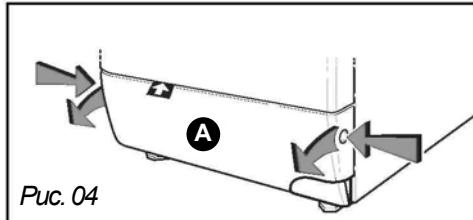

Рис. 04
— Одновременно нажимая на выпуклые части с двух сторон панели основания **A**, потянуть ее на себя и открыть (рис.04).
- Удалить панель основания (см. Рис. 04, предшествующие страницы).